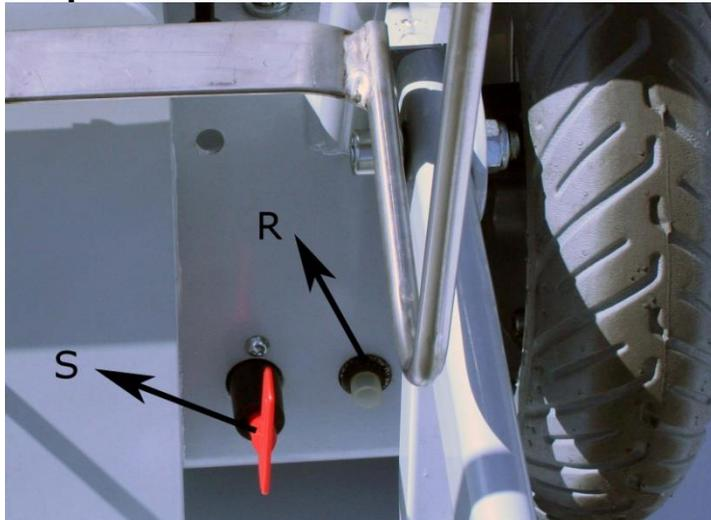

Abbildung 4
- Der Hauptschalter muss eingeschaltet sein (Abbildung 4 S).